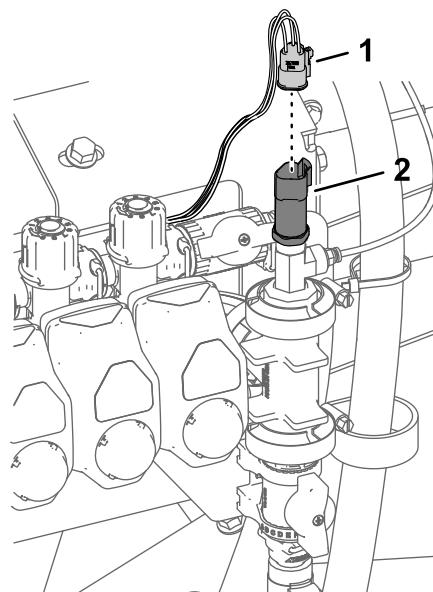

Figura 46
- Ligue o conector de 3 pinos ao transdutor de pressão (**Figura 46**).